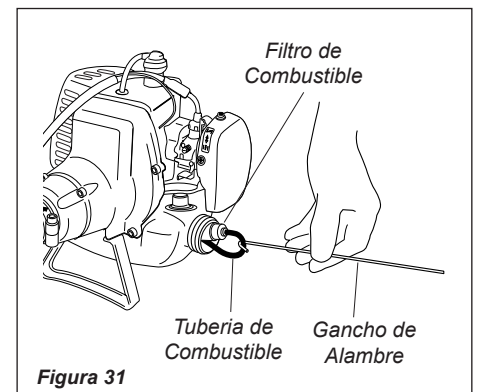

Figura 31
- Use un gancho de alambre para extraer el filtro de combustible del tanque de combustible. Consulte la figura 31. Retire y reemplace el filtro. Antes de reinstalar el filtro, inspeccione la condición de la tubería de combustible. Si descubre daños o deterioración, retire la unidad de operación hasta que pueda ser inspeccionada o reparada por un técnico de servicio entrenado por Shindaiwa.